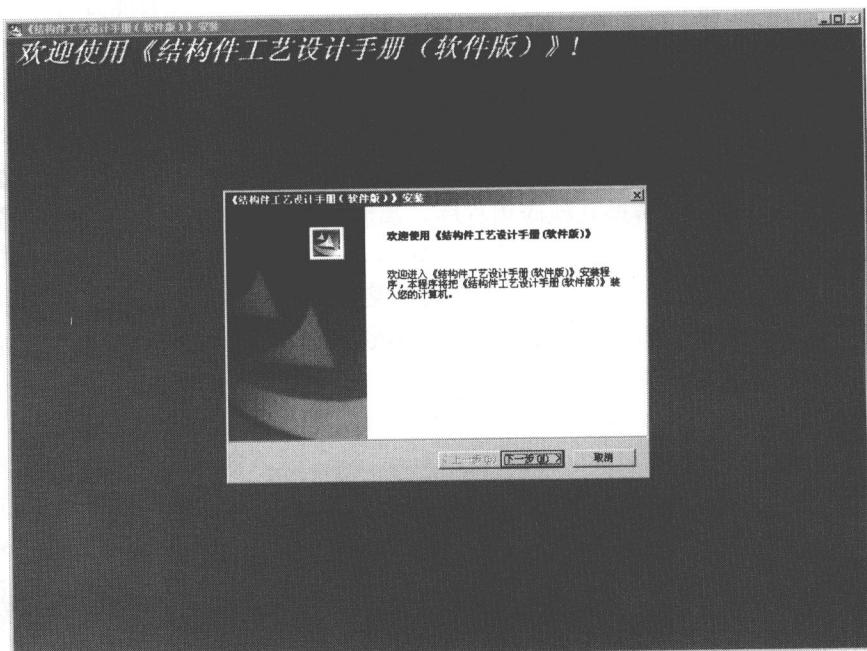

图 1-1 欢迎界面
- (1) 在 CD-ROM 驱动器中放入《结构件工艺设计手册（软件版）》安装盘。
- (2) 双击安装盘中的安装程序 Setup.exe，用户首先看到的是欢迎界面，如图 1-1 所示。